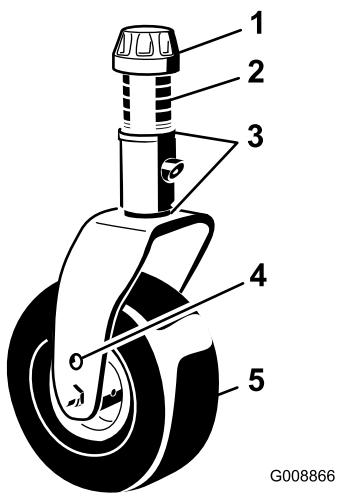

Figura 14
11. Ajuste os calços de 3 mm na(s) forquilha(s) da roda giratória de forma a que coincidam com a altura de corte fixada no autocolante (Figura 14); consulte Ajuste da inclinação da unidade de corte.